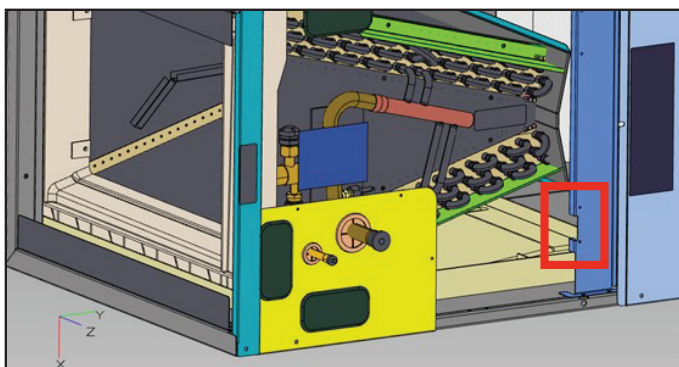

FIGURA 10
- 3 - Una vez retirados los paneles de la unidad de manejo de aire, instale el conjunto del soporte del sensor en la unidad alineando los orificios en el soporte central, como se muestra en la FIGURA 10. Nota: El sensor debe estar orientado hacia el interior de la unidad.